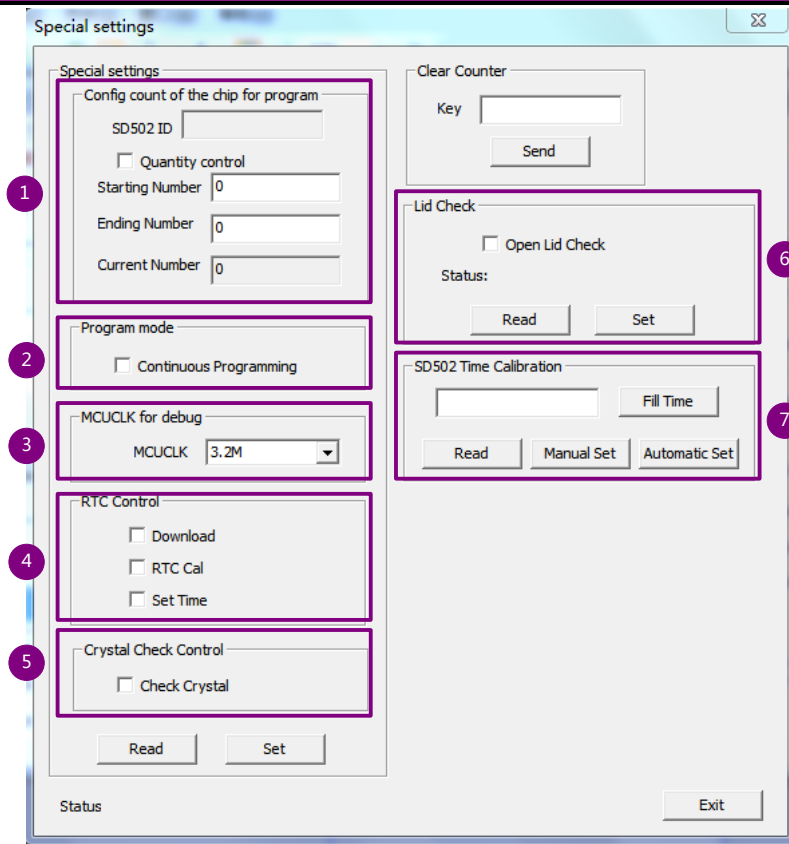

图 16 配置 SD502 特殊功能对话框
2. 点击 **Offline Operation->Setting**，打开 **Special settings** 对话框，如图 16 所示；